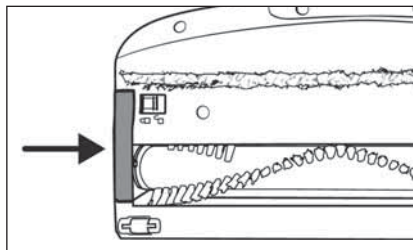

Fig. 29
- 6) Vuelva a montar el soporte del rodillo de cepillos 20 en el cepillo para suelos 22. Presiónelo hacia abajo hasta que encastre con un chasquido en el cepillo para suelos 22 (consulte la fig. 29).